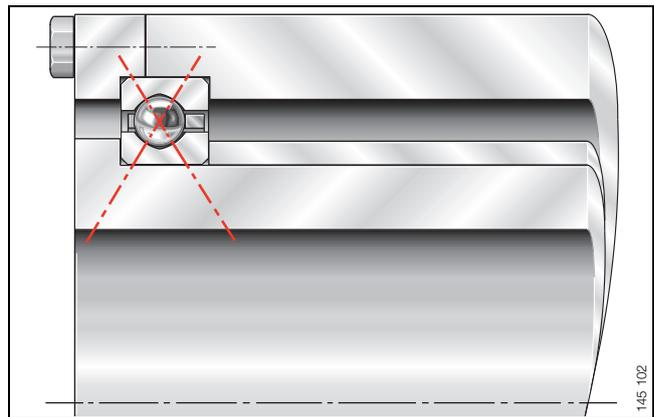

Bild 11 · Festlagerung eines Vierpunktlagers
- Festlagerung eines Vierpunktlagers (Bild 11)